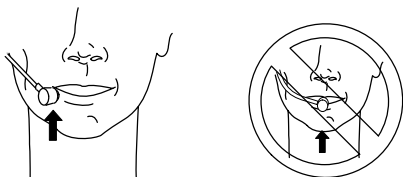

FIGURA 5. POSIZIONE DEL MICROFONO A CUFFIA
2. Disponete il microfono accanto all'angolo delle labbra, a circa 12 millimetri di distanza. Vedi Figura 5.